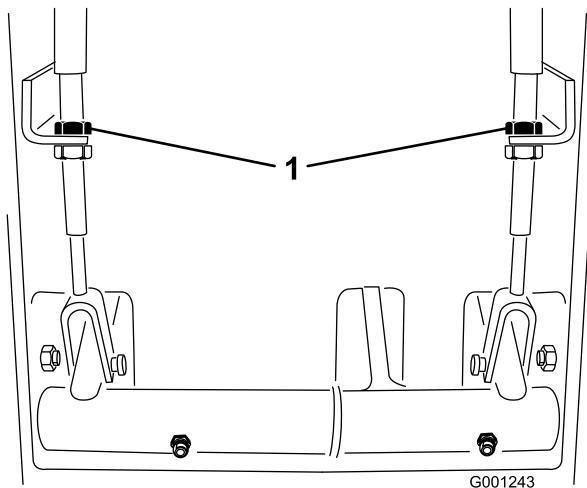

図 62
- 遊びを減らす（ブレーキを締める）には、ブレーキ・ケーブルのネジ山の前ナットをゆるめ、後ろのナットを締める（図 62）。後ろ